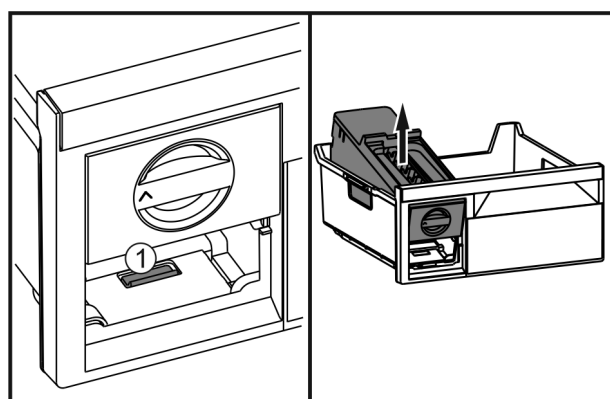

Fig. 38
- ▶ Нажать на накладку Fig. 38 (1), EasyTwist-Ice поднять сзади и вынуть из выдвижного ящика морозильника.